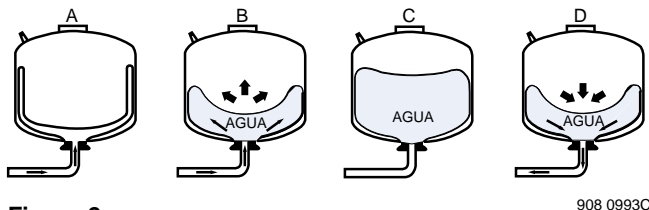

Figura 2
**CICLO DE FUNCIONAMIENTO (Figura 2)**